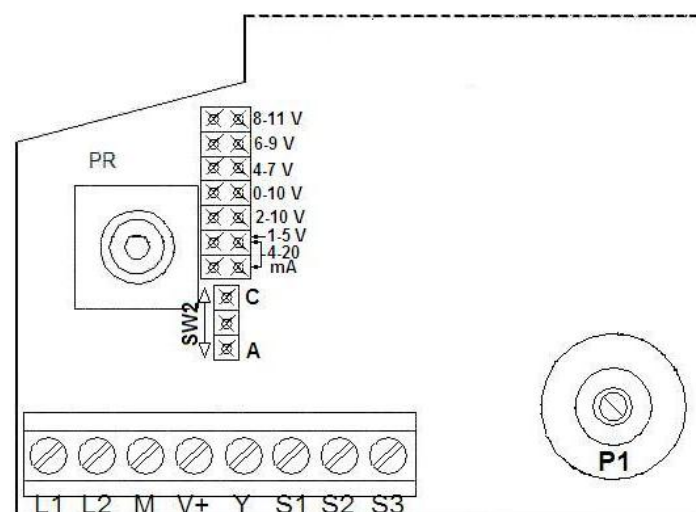

FIG. 2
I servocomandi vengono forniti con predisposizione per segnale di comando 0...10 V- e con ponticello SW2 (senso di azione) su C. Per selezionare campi diversi, si deve spostare il ponticello SW1 dalla posizione predisposta 0...10 alla posizione desiderata. Per il campo 4...20 mA occorre posizionare due ponticelli utilizzando anche quello predisposto in posizione aperta (Fig. 2).
Anche il senso di azione può essere invertito spostando il ponticello SW2 dalla posizione C alla A (Fig. 2).
- In caso di MVB52/56, verificare che il ponticello SW2 sia su A (Fig. 2).